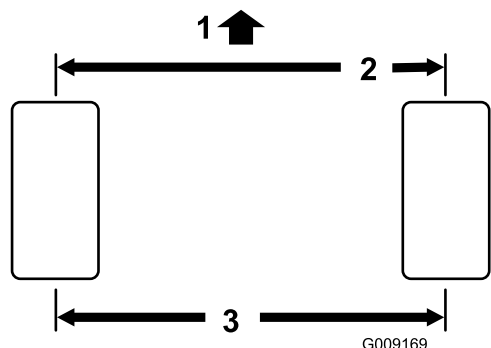

Figura 58
2. Misurate l'interasse (all'altezza dell'assale) sulla parte anteriore e posteriore degli pneumatici di sterzo (Figura 58).